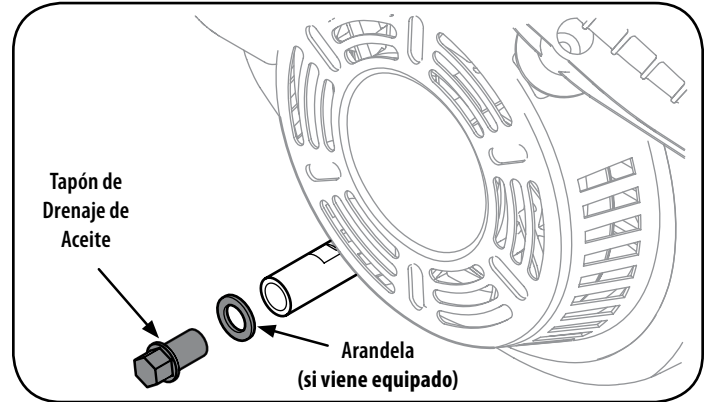

Figura 43
3. Retire el tapón de drenaje de aceite. Vea la Figura 43.